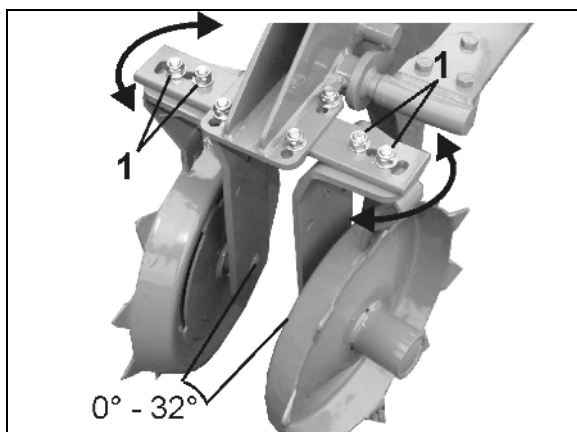

Fig. 85
1. Beide Verschraubungen (Fig. 85/1) einer Rolle lösen.